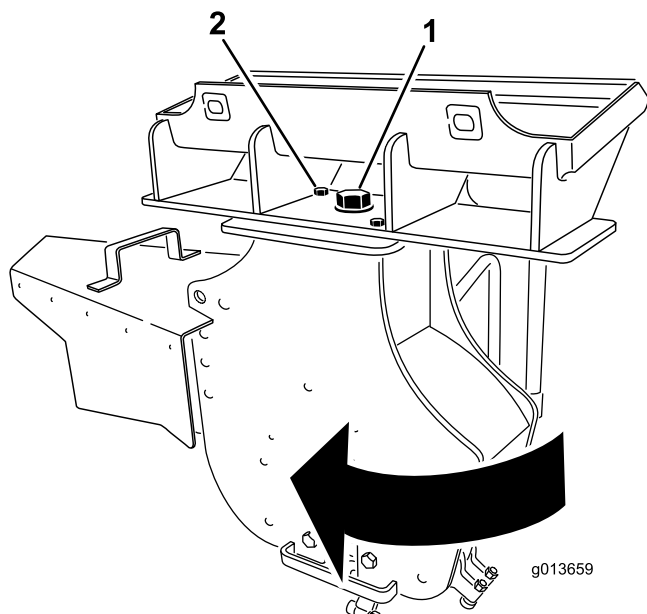

Figure 14
3. Desserrez le gros boulon au sommet de la rogneuse (Figure 14).
4. Retirez le boulon et l'écrou avant qui fixent la rogneuse (Figure 14).
5. Faites pivoter la rogneuse de 30 degrés dans le sens horaire (Figure 14).
6. Serrez le gros boulon au sommet de la rogneuse à 406 N·m, comme montré à la Figure 14.
7. Placez le boulon et l'écrou dans le trou avant et serrez-les à 101 N·m, comme montré à la Figure 14.
13. Desserrez le gros boulon au sommet de la rogneuse (Figure 14).
14. Retirez le boulon et l'écrou avant qui fixent la rogneuse (Figure 14).
15. Faites pivoter la rogneuse de 30 degrés dans le sens antihoraire (Figure 14).
16. Serrez le gros boulon au sommet de la rogneuse à 406 N·m, comme montré à la Figure 14.
17. Placez le boulon et l'écrou dans le trou avant et serrez-les à 101 N·m, comme montré à la Figure 14.